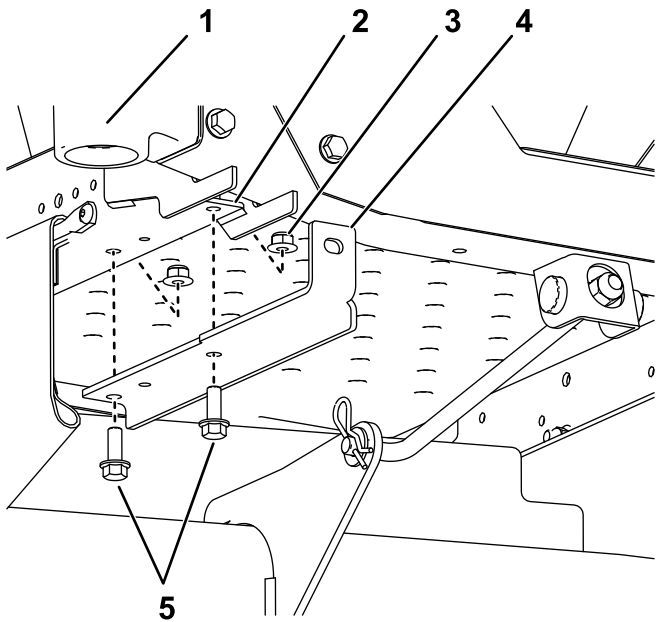

Figura 4
1. Instale los soportes de montaje de los pesos en la parte inferior del bastidor con 2 pernos ($\frac{3}{8}$ " x 1") y 2 contratuercas ($\frac{3}{8}$ "), como se muestra en la Figura 4.